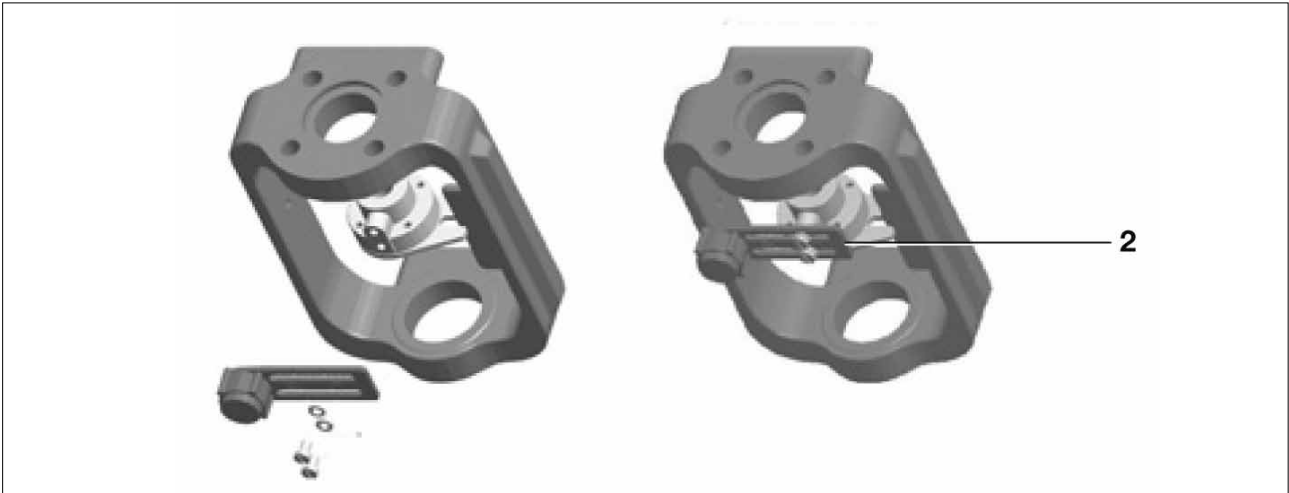

Bild 19
2. Magnetbügel nach links oder rechts so weit verschieben, bis die korrekte Position erreicht ist (siehe Bild 19).